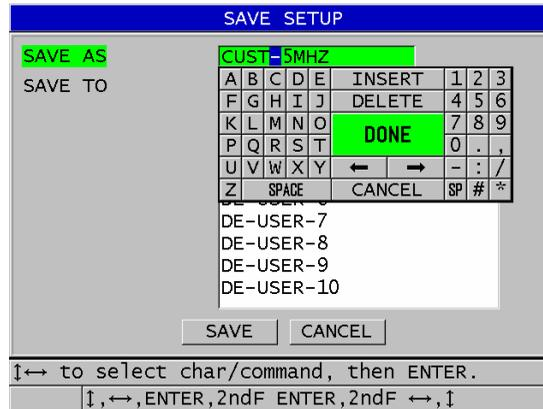

Abbildung 12-6 Justierung speichern
- b) Geben Sie im Fenster **SETUP SPEICH.** den Namen der benutzerdefinierten Justierungsdatei ein (siehe Abbildung 12-6 auf Seite 245).